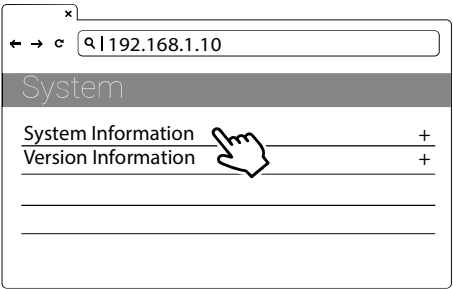

Figura 4-12. Informazioni data e ora
- 3) Selezionare: SET I Network I System Information I System DateTime. Vedere la seguente figura 4-12.